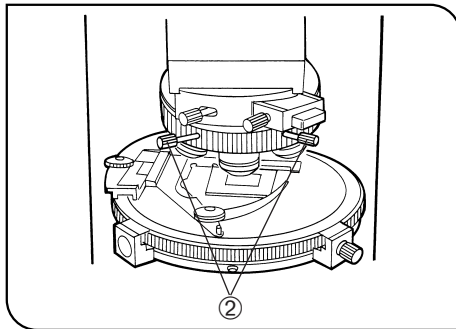

Fig. 27
7. Introduire les deux clés de centrage ② fournies dans les orifices de centrage du premier trou en ayant l'objectif 20X ou 10X sur le porte-objetif.
8. Actionner les clés de centrage ② pour amener la partie centrale claire de l'image conoscopique au centre du champ d'observation (Fig. 27).